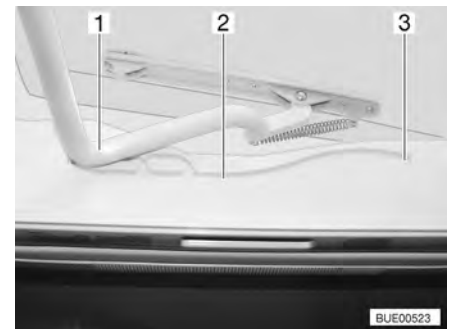

Fig. 61 Lanterneau Heki, glissière
- Tirer l'étrier (Fig. 61,1) dans les glissières (Fig. 61,2) jusque dans la position la plus reculée (Fig. 61,3).
- Pousser l'étrier (Fig. 61,1) légèrement vers le haut avec les deux mains.
- Tirer l'étrier dans les glissières (Fig. 61,2) jusqu'à la position souhaitée.